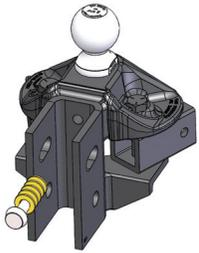

Figure 1
2. Insérez le rivet d'espacement avec rondelles à l'arrière de la tête d'attelage. Commencez avec 5 rondelles d'espacement pour la plupart des configurations. (Figure 1)